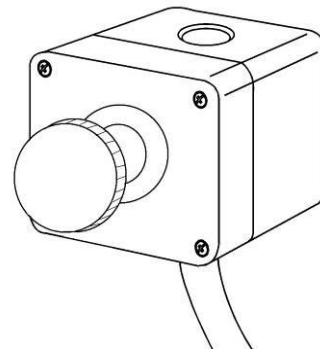

**Fig 15**
Drehen Sie den Schalter (H, Abb. 15), um den Unterdruck-Luftstrom zu aktivieren oder zu deaktivieren.
Mit dem grünen Ein-Taster am Spindelstock (I, Fig 15) kann die Maschine gestartet werden.
Zum Stillsetzen drücken Sie entweder den roten Aus-Taster (I, Fig 15) am Spindelstock, oder den Ein/Aus Taster der Fernbedienung (Fig 16).
**Falls die Fernbedienung gedrückt wurde, betätigen Sie den grünen Ein-Taster (I, Fig 15) am Spindelstock um die**